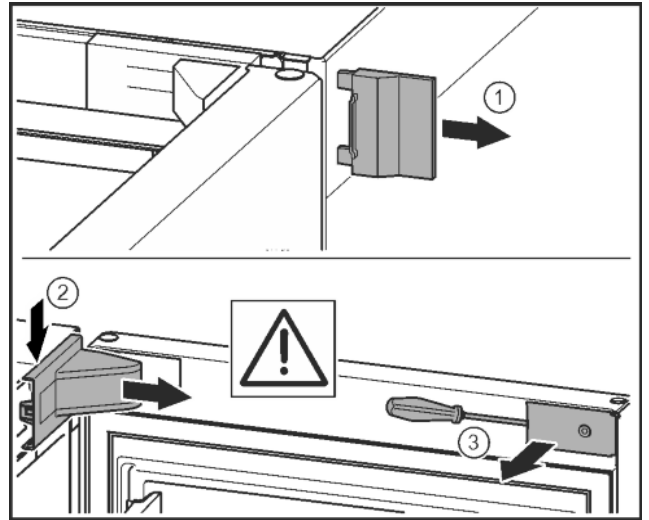

Fig. 9
- Retirer le cache extérieur. Fig. 9 (1)
- Détacher et libérer le cache du support de palier. Retirer le cache du support de palier. Fig. 9 (2)
- Dégager le cache avec le tournevis et l'incliner sur le côté. Fig. 9 (3)